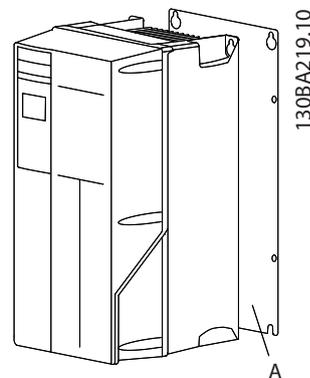
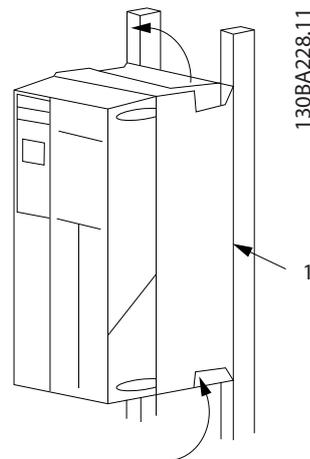

Ilustración 2.2 Montaje correcto con placa posterior
Ilustración 2.3 Montaje correcto con ralles
- Monte la unidad en una superficie plana sólida o en la placa posterior opcional para proporcionar flujo de aire de refrigeración (consulte *Ilustración 2.2 y Ilustración 2.3*)
El elemento A en *Ilustración 2.2* y *Ilustración 2.3* es una placa posterior instalada correctamente para que circule el flujo de aire necesario para refrigerar la unidad.